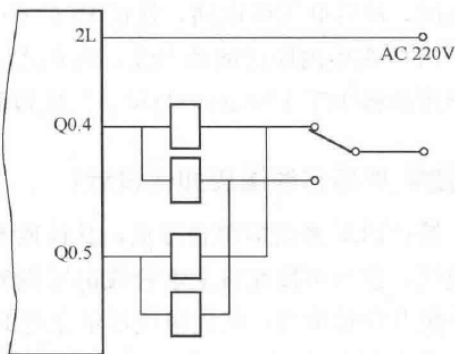

图 5-23 输出分组控制法
1) 输出分组控制法。对不同时工作的负载,可通过分组控制的方法减少输出点的使用,如图 5-23 所示。